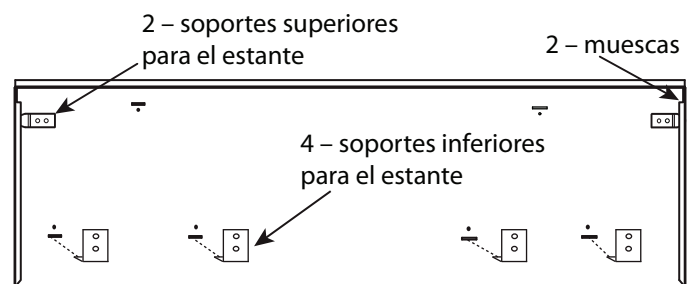

Figura 18: 48 pulg dorso de la placa mural
5. Instale la placa mural colocando las muescas de las esquinas (dorso de la placa mural) encima de los dos soportes superiores del estante. Deslice el accesorio del estante hacia arriba hasta que la parte inferior se enganche en los soportes inferiores (Figura 18).